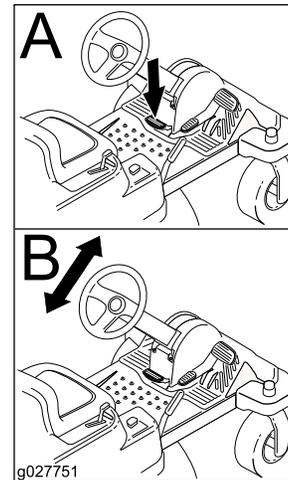

Bild 12
2. Stellen Sie das Lenkrad auf die gewünschte Stellung (Bild 12).